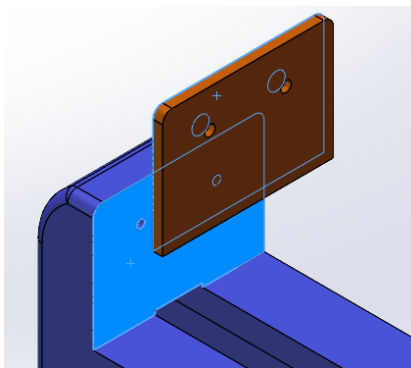

图 4-39 添加“重合”配合
- 如图 4-39 所示，定义两面“重合”，“配合对齐”为“反向对齐”。